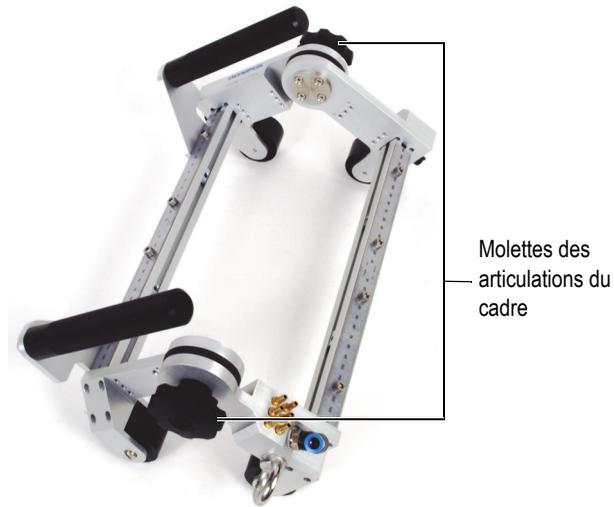

Figure 2-1 Réglage de l'angle du cadre
1. Desserrez les molettes sur les deux articulations du cadre (Figure 2-1 à la page 38).